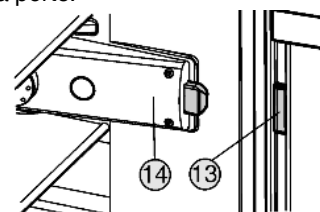

Fig. 8
La came de contact Fig. 8 (13) doit se trouver sur le côté du boîtier lumineux Fig. 8 (14).